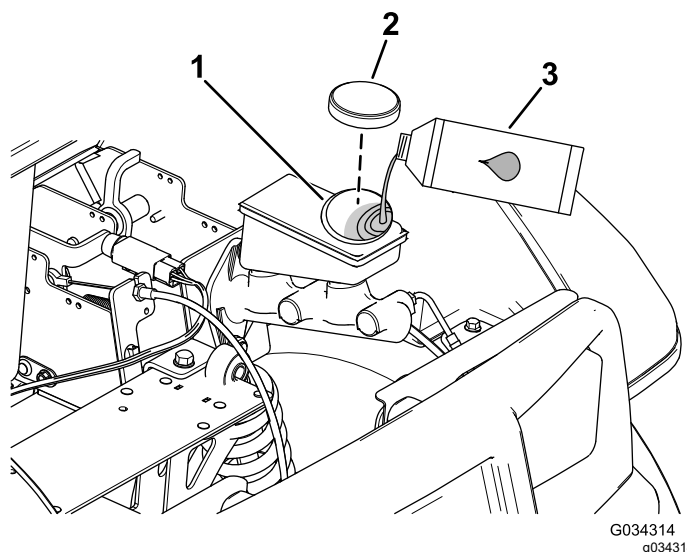

Figura 50
2. Sollevate il cofano per avere accesso al cilindro del freno principale e al serbatoio (Figura 50).
- A. Pulite l'area intorno al tappo del serbatoio e togliete il tappo (Figura 50).
- C. Montate il tappo sul serbatoio (Figura 50).